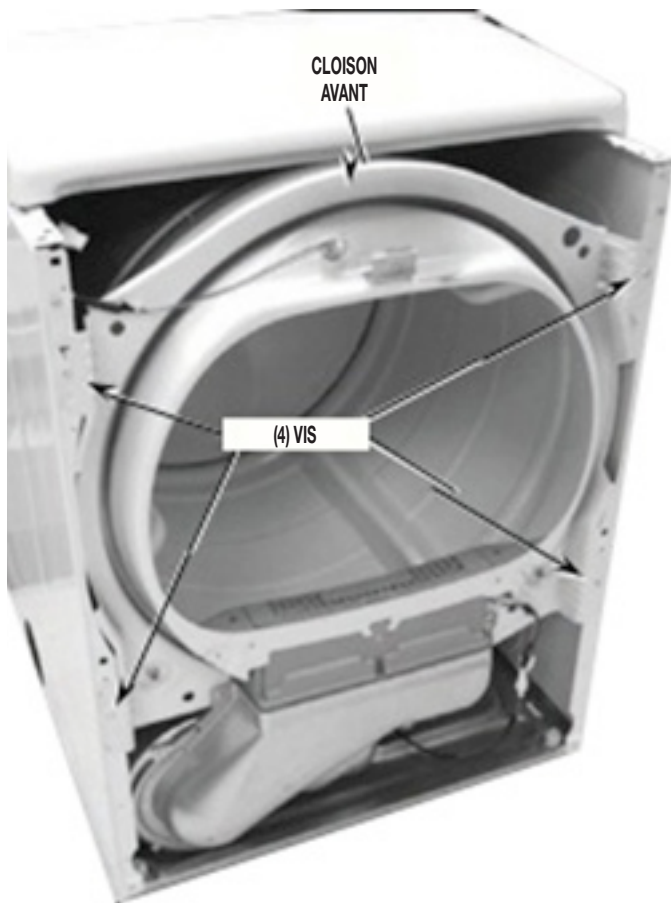

FIGURE 7
- Retirer les quatre (4) vis des deux bordures latérales de la cloison avant. Voir la *Figure 7*.